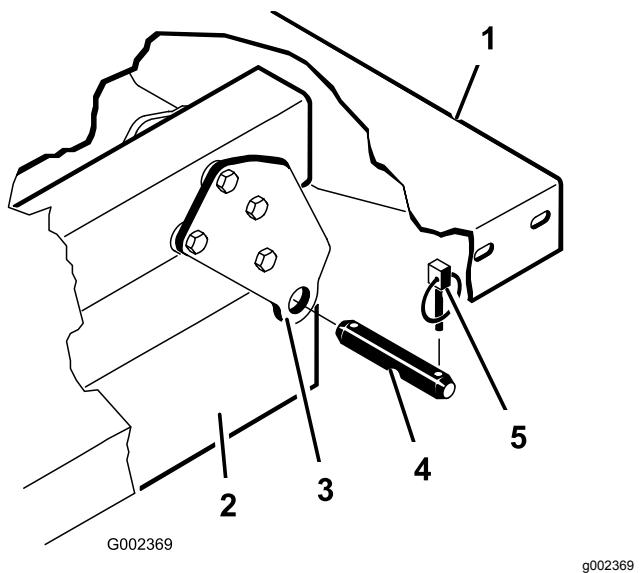

図 4
6. 荷台のピボットブラケットを車両のフレームチャネル材に固定しているリンチピンとクレビスピンドルを外す(図 4)。